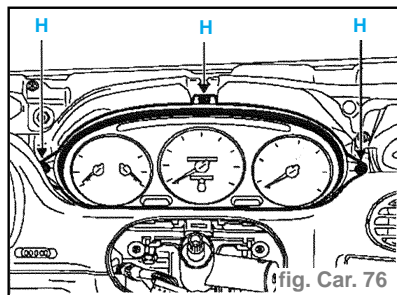

fig. Car. 76
- Déposer le combiné de tableau de bord, trois vis (H). (fig. Car. 76).